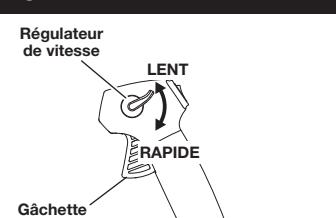

Fig. 1
- Dès que le moteur a démarré et qu'il est chaud, actionnez la gâchette pour accélérer l'appareil (Fig. 1).
- Pour des périodes d'utilisation plus longues et pour éviter l'engourdissement des doigts, placez le régulateur de vitesse en position **RAPIDE** pour augmenter progressivement ou maintenir la vitesse du moteur de l'appareil (Fig. 1). Lorsque vous appuyez sur le régulateur de vitesse, la gâchette se renforce dans la poignée.
- Pour diminuer la vitesse du moteur, déplacez le régulateur de vitesse vers la position **LENTE** : la gâchette revient alors en position de ralenti (Fig. 1).